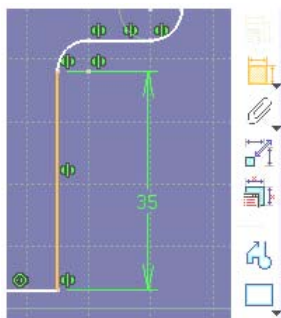

Abb. 6: ein Element
1. Es ist ein Element angewählt. CATIA wählt dann die Bemaßung, die es anhand der aktuellen Situation für am besten geeignet hält (**Abb. 6**).